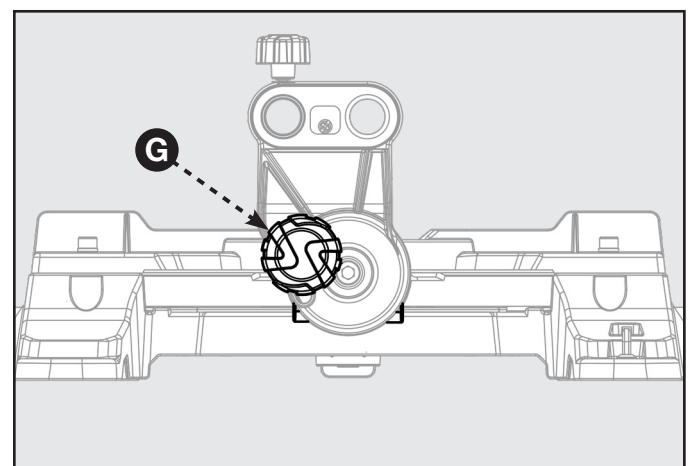

FIGURA 14
10. Si la parte superior o inferior de la parte frontal de la hoja no está al ras de la escuadra, consulte la Figura 14 que aparece a continuación y realice los siguientes pasos.
11. Afloje la perilla de bloqueo de bisel (G).